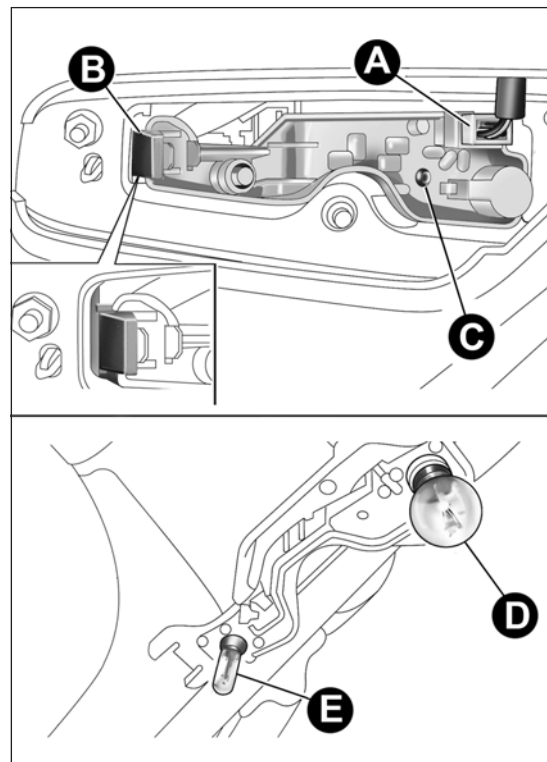

fig. 147
- ❑ rimuovi il connettore A fig. 147 ed estrai il gruppo portalampeade, agendo prima sulla linguetta di ritegno B e successivamente svitando la vite C;